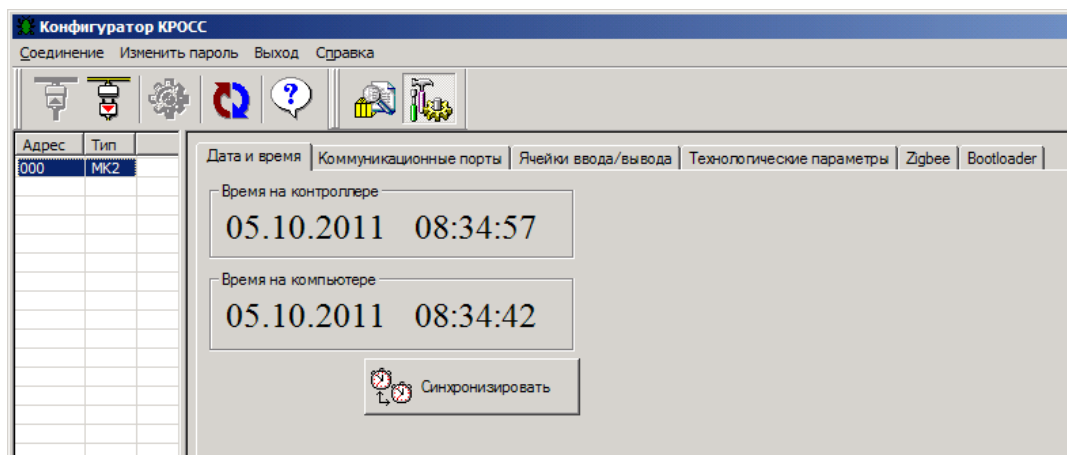

Рисунок 5.4
5.2 Выбрать МК2. Откроется окно с рядом закладок, в которых сгруппированы настраиваемые параметры МК2 (рисунок 5.4).
5.2.3 В закладке "**Дата и время**" можно просмотреть и синхронизировать время на МК2 со временем на компьютере (рисунок 5.4.).